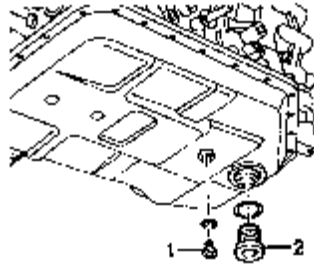

图 8-75 排放 ATF 油
- (1) 拆下隔音罩。
- (2) 把接油槽 V.A.G1306 放到变速箱下。拧下排放螺栓，放掉 ATF 油，如图 8-75 所示。